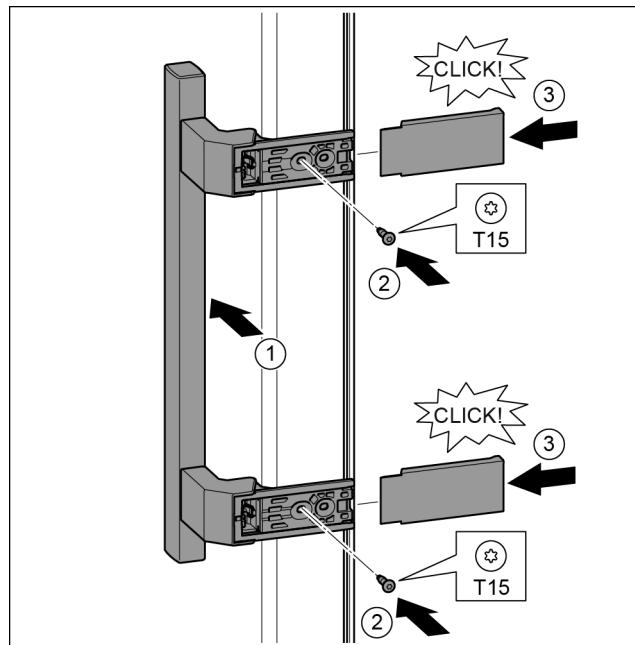

Fig. 22
- Postavite ručicu na suprotnoj strani. Fig. 22 (1)
- Odvijačem T15 čvrsto pritegnite vijke. Fig. 22 (2)
- Postavite pokrove bočno i nataknite ih. Fig. 22 (3)